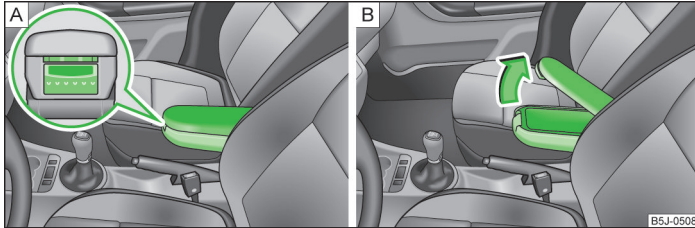

Abb. 73 Armlehne: Ablagefach / Ablagefach öffnen
- › Die untere Taste an der Stirnseite der Armlehne drücken » Abb. 73 - A.
- › Die obere Taste drücken und den Deckel des Ablagefachs nach oben klappen » Abb. 73 - B.